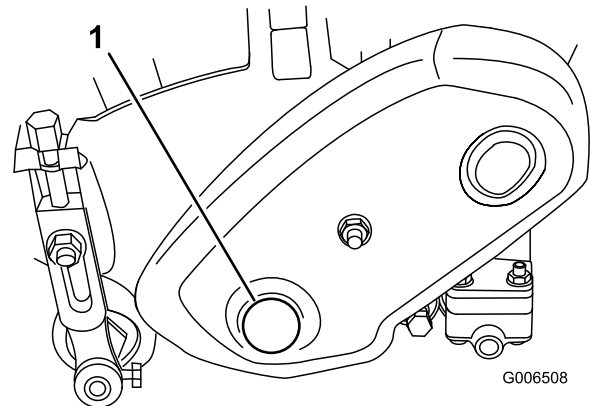

Figure 61
1. Retirez le bouchon du couvercle de l'entraînement du cylindre du côté gauche de l'ensemble cylindre (Figure 61)